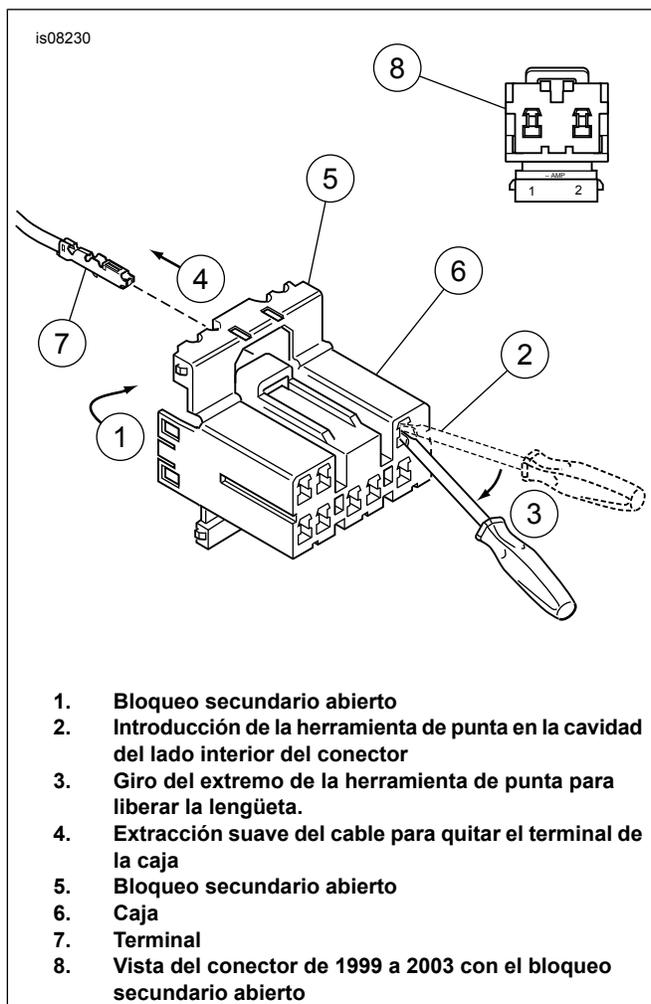

Figura 3. Conectores eléctricos Amp Multi-lock
Vea Figura 3. **Los modelos de 1996 a 1998** tienen un conector Amp Multi-lock de 8 patillas debajo del asiento. **Los modelos de 1999 a 2003** tienen un conector Amp Multi-lock de 2 patillas debajo del lente de la luz trasera.
3. Vea Figura 3. **En los modelos de 1999 a 2003**, es necesario quitar el lente de la luz trasera para obtener acceso al conector Amp Multi-lock. **En los modelos de 1996 a 1998** con conectores Amp Multi-lock. Vea el Manual de servicio. Quite el conector del dispositivo de retención.